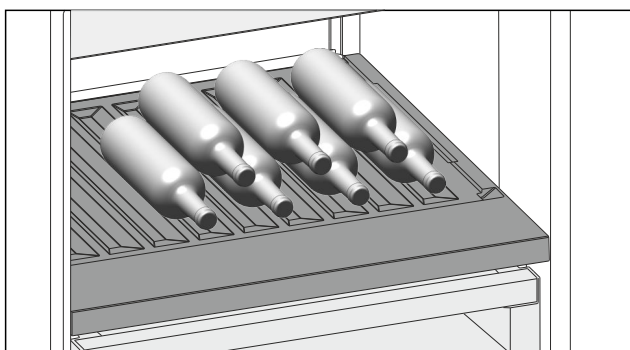

Fig. 99
- Legg inn flaskene med bunnen bakover mot bakveggen. (se Fig. 99)